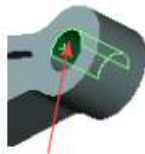

Рисунок 1.7 – Грань для навантаження
- У графічній області виберіть грань, показану на рис. 1.7. «Грань < 1 >» відобразиться в полі вибору.